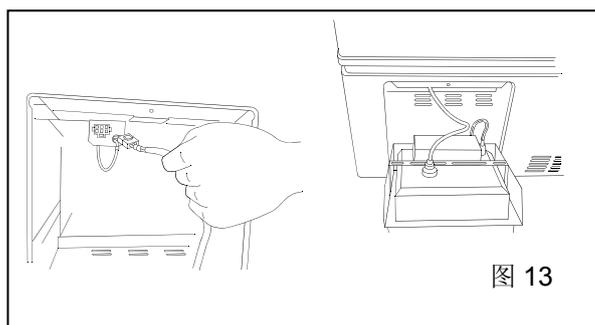

图 13
4. 用每个导线连接器将设备隔间里的导线连接到温度记录仪的导线。参见图 13。